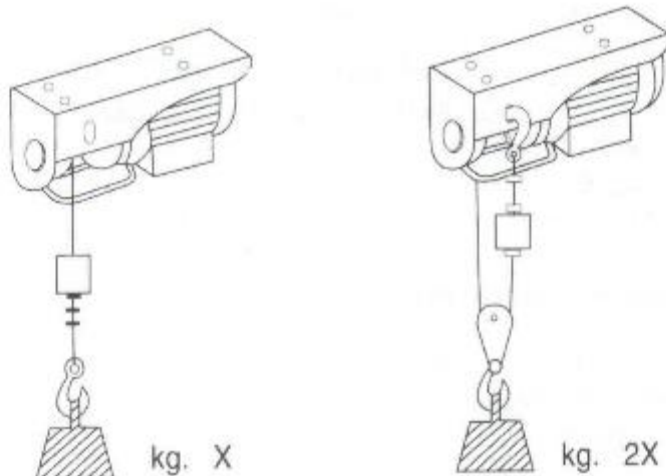

Рисунок 3 Установка полиспаста.
Установите полиспаст с крюком. Грузовой крюк должен быть присоединен к отверстию крепления на крышке корпуса (см. рисунок 3). Теперь подъема груза осуществляется при помощи двух стальных тросов, что означает таль может поднимать вес вдвое больше номинальной.
- Периодически проверяйте состояние стального троса (рисунок 3).